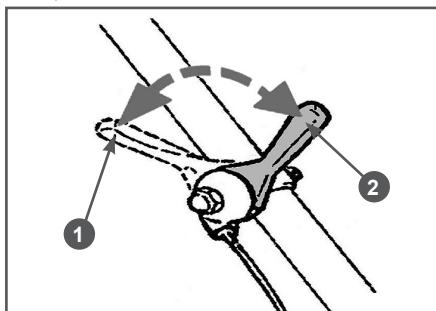

Рис. 12 Положения рычага газа
- Переведите рычаг газа 5 (Рис. 1) на 1/3 хода в сторону положения максимальных оборотов двигателя (Рис. 12).